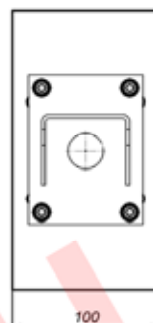

Рисунок 5 – Монтаж кронштейна КС-4 на опору (круглую или квадратную)
8. Кронштейн КС-4 для крепления прожектора на квадратные и круглые опоры □ 90–106 мм, Ø 115–135 мм (другой размер – под заказ) (рисунок 5) ..... 1 шт.